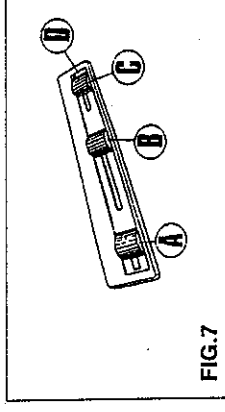

FIG. 7
**FUNZIONAMENTO DELL'APPARECCHIO: (FIG. 7)**